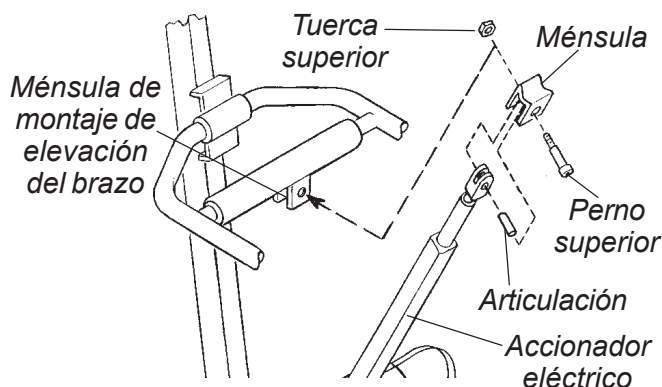

FIGURA 2 - COLOCACIÓN DEL ACCIONADOR ELÉCTRICO EN EL POSTE
COLOCACIÓN DEL ACCIONADOR ELÉCTRICO EN EL POSTE (FIGURA 2)
2. Ubicar el accionador eléctrico en la ménsula de montaje de elevación del brazo como se indica en la FIGURA 2.